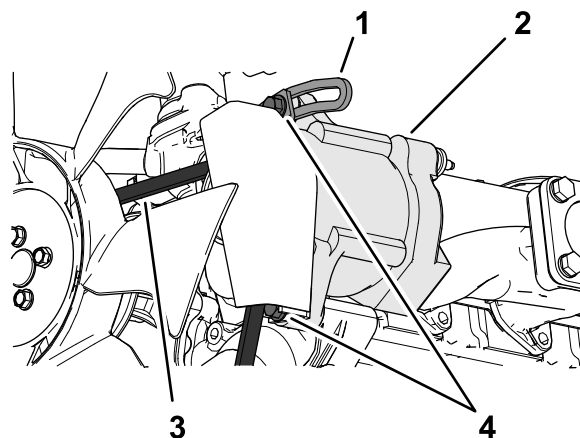

图 97
3. 松开交流发电机枢轴点上的皮带松开将发电机固定到带槽支架上的螺栓图 97。